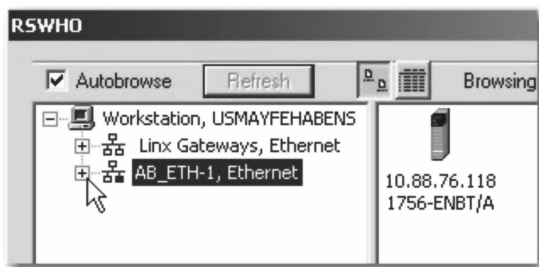

图 12-4 监控对象选择列表
10. 出现 RSWho 窗口后，左键单击以太网驱动程序前面的 + 符号展开其中的选项，如图 12-4 所示。